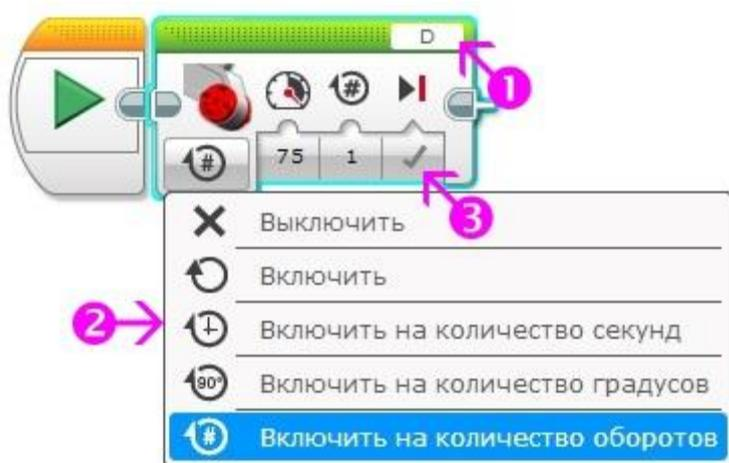

Рис. 3
1. Выбрать порт, к которому подключен мотор (**А, В, С или D**) (**Рис. 3 поз. 1**)
2. Выбрать режим работы мотора (**Рис. 3 поз. 2**)
3. Настроить параметры выбранного режима (**Рис. 3 поз. 3**)
Параметр мощность (на Рис. 3 мощность установлена в 75) может принимать значения от -100 до 100. Положительные значения мощности задают вращение мотора по часовой стрелке, отрицательные - против часовой. При значении мощности равном 0 мотор вращаться не будет, чем "выше" значение мощности, тем быстрее вращается мотор.